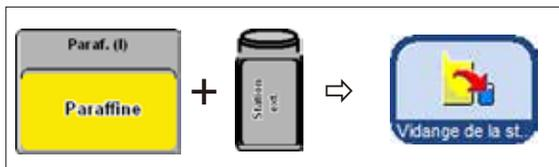

Fig. 182
- Sélectionner le bac de paraffine à vider et le bac récepteur pour la paraffine utilisée (station externe) (fig. 182).